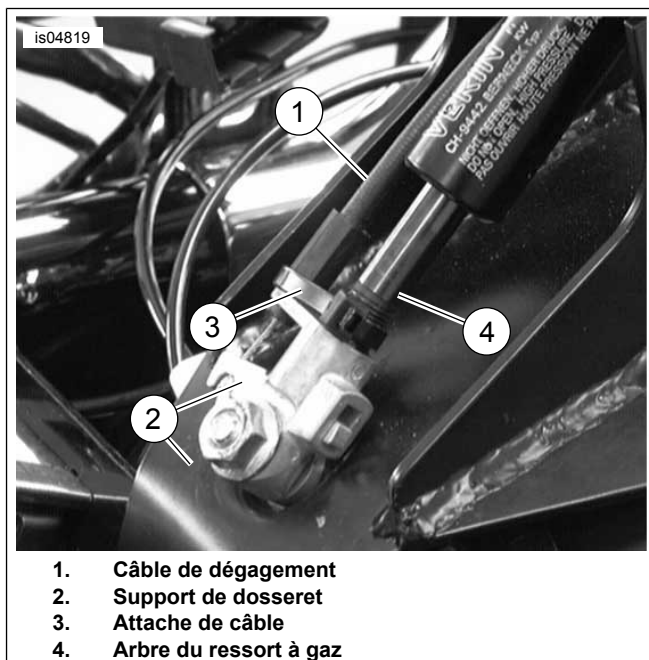

Figure 11. Attacher le câble au support du dossier
1. Consultez Figure 11 . Fixer le câble de dégagement (1) au support de montage du dossier (2), comme indiqué. Fixer fermement le câble à l'arbre du ressort à gaz (4) avec la sangle de câble (3) fournie.